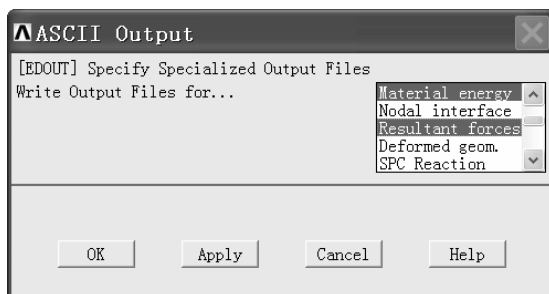

图 9-10 “ASCII Output”窗口
(1) 沙漏控制。依次选择 Main Menu>Solution>Analysis Options >Hourglass Ctrl>Global。
(2) 设定输出文件类型。依次选择 Main Menu>Solution>Output Controls>Output File Types。
(3) 文件保存设置。依次选择 Main Menu>Solution>Output Controls>File Output Freq>Number of Steps。在弹出窗口的第一个方框中输入“100”，在第二个方框中输入“1000”。
(4) 保存接触力、沙漏能等数据的设置。依次选择 Main Menu>Solution>Output Controls>ASCII Output。如图 9-10 所示，选中“Material energy”、“Resultant forces”两项。